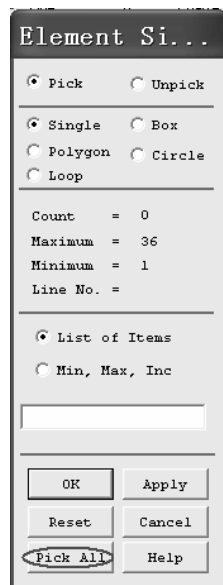
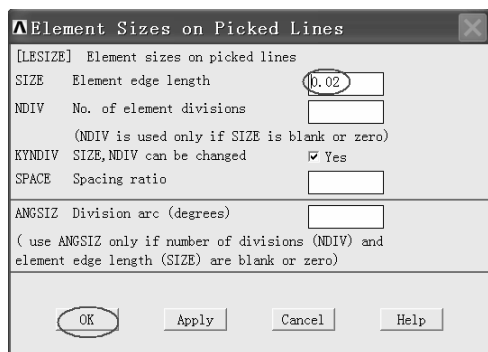

图 3-24 “Element Si...” 窗口
图 3-25 “Element Sizes on Picked Lines” 窗口
(13) 在“MeshTool”窗口中单击“Lines”后的“set”按钮，弹出“Element Si...”窗口（见图 3-24）。单击“Element Si...”窗口中的“Pick All”按钮，弹出“Element Sizes on Picked Lines”窗口（见图 3-25）。在“Element Sizes on Picked Lines”窗口中“SIZE Element edge length”后的方框中输入“0.02”，然后单击“OK”按钮返回到“MeshTool”窗口（此时“MeshTool”窗口可能被操作界面遮蔽，将操作界面挪开即可看见，或者重新执行 Main Menu>Preprocessor>Meshing>MeshTool，以此打开“MeshTool”窗口）。以上操作表示在体模型的边界上规定单元的边长为“0.02”。